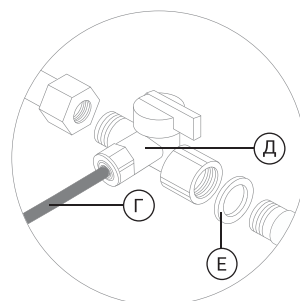

Рис. 5
1. Установите адаптер-вентиль (Д) между магистралью холодной воды и гибкой подводкой вашего смесителя. Уплотните соединение адаптер-вентиль с магистралью при помощи поставляемой в комплекте уплотнительной шайбы (Е) (рис. 5).